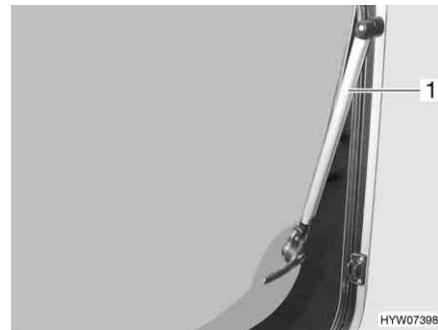

Fig. 66 Finestra apribile con deflettore automatico
- Aprire la finestra apribile fino al punto di arresto desiderato. Il deflettore automatico (Fig. 66,1) si innesta automaticamente in posizione.